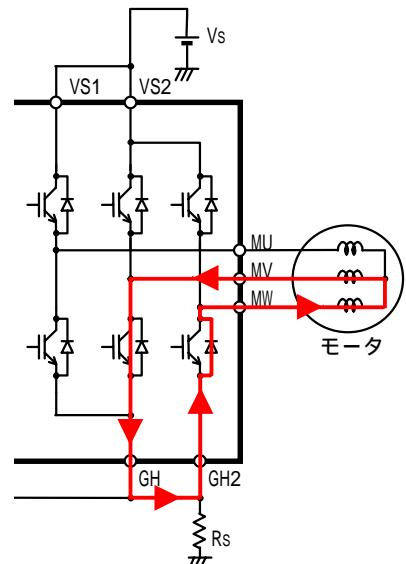

図9. 還流電流の一例
(9) 過電流検出の動作
- ・過電流検出回路はRsシャント抵抗に正方向に流れる電流をRs端子で検出し、電流制限用基準電圧に達すると、下アーム出力を遮断する構成となっています。この場合シャント抵抗に流れない電流、例えば還流電流（図9参照）等は検出できません。